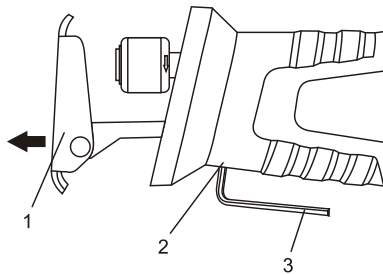

Fig. 2
1. Pentru a regla sabotul pivotant (1), slăbiți șuruburile hexagonale ale sabotului (2) de pe partea inferioară a ferăstrăului folosind cheia hexagonală de 4 mm (3) (fig. 2).